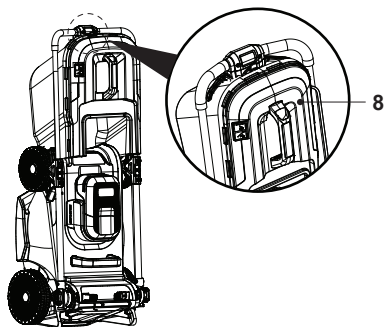

Rys. 21
- Zdemontować kosz na trawę (8) / wkładkę mulczującą (24).
- Ustawić dźwignię regulacji wysokości koszenia (13) w najniższym położeniu.
- Poluzować dwie dźwignie zaciskowe (9), a następnie złożyć całkowicie zespół uchwytu (rys. 21, kroki 1, 2).
- Zabezpieczyć połączenia blokując dwie dźwignie zaciskowe (9). Trójkątny wskaźnik (7b) musi być wyrównany ze wskaźnikiem położenia postojowego (10a), ponieważ w przeciwnym razie elementy mogą się rozdzielić (rys. 21, krok 3).